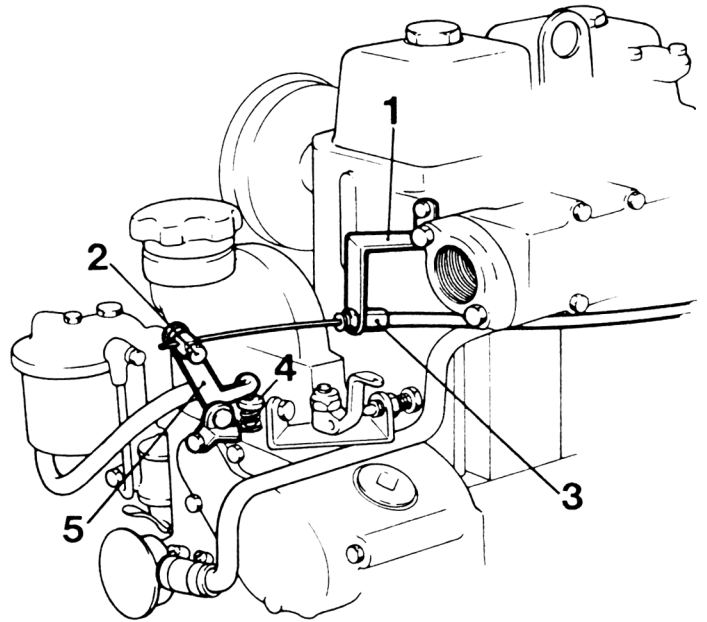

Fig 93.
- B. Montera konsolen (1 fig 93) på motorn. Använd bricka och skruv som ingår i monteringssetsen.
- C. Montera hävarmen (5) på inspektionssluckan. Skruva först bort befintlig skruv och använd vid montering den längre skruven och bricka ur monteringssetsen.
- D. Skruva fast reglagekabeln på konsolen (1) och lås med låsmuttern (3). Anslut därefter reglageträden till hävarmen (5) och justera så att ett spel på ca 2 mm erhålles mellan hävarm och köldstartsknapp (4). Lås reglageträden med tärningens låsskruv (2).